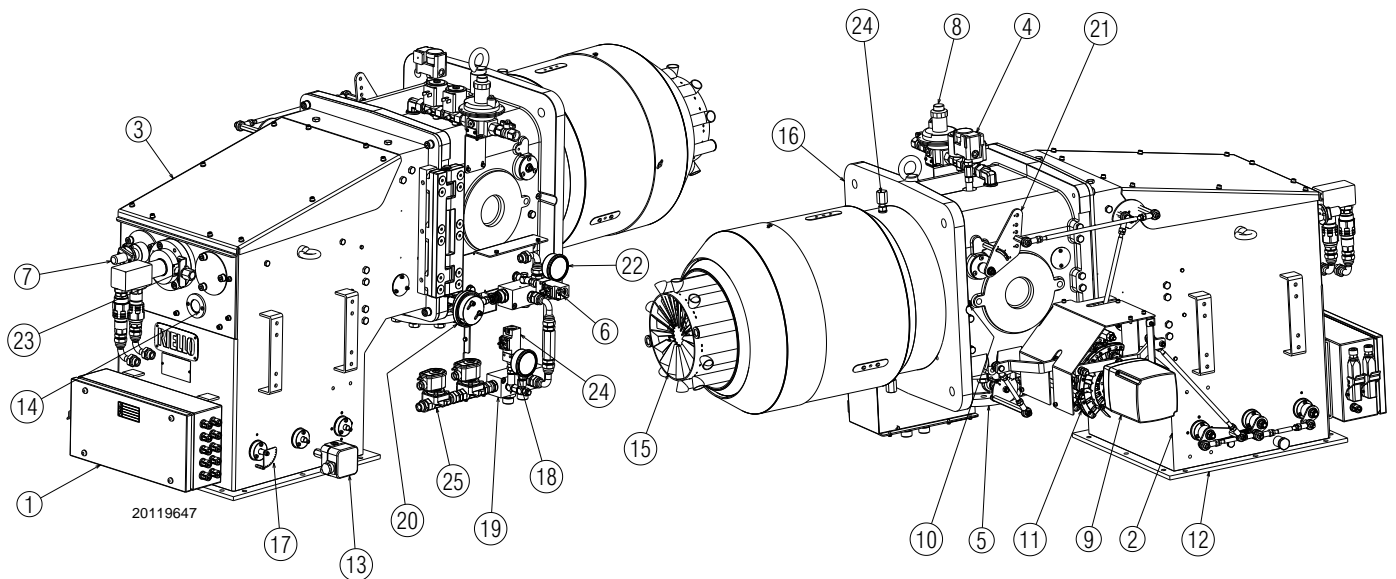

Fig. 8
(1) Condizioni di riferimento: Temperatura ambiente 20°C - Temperatura gas 15°C - Pressione barometrica 1013 mbar - Altitudine 0 m s.l.m.
(2) Pressione alla presa (Fig. 8) con pressione zero in camera di combustione ed alla potenza massima del bruciatore.